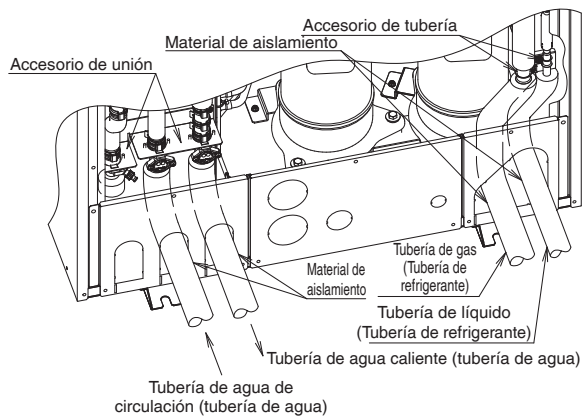

Fig. 30
- Para proteger el cableado de la tubería de gas que es una parte sometida a altas temperaturas, aísle las tuberías de líquido y de gas del lado de la unidad en cascada hasta el accesorio de tubería dentro de la unidad. (consulte la Fig. 30)
- Aísle la tubería del agua de circulación y la tubería de agua caliente de la unidad en cascada hasta el accesorio de unión dentro de la unidad. (consulte la Fig. 30)
- La Fig. 30 muestra ejemplos de la salida de la tubería de refrigerante de la unidad de la fuente de calor. Realice el mismo procedimiento para la tubería de refrigerante y la salida de la tubería de agua de la unidad en cascada.